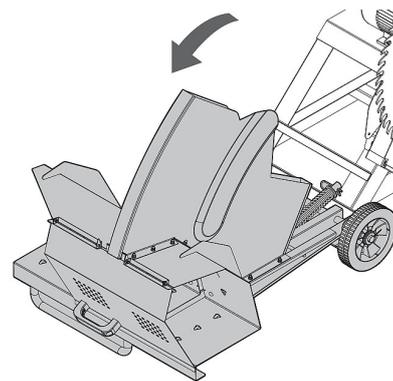

Abb. 11: Sägeblattwechsel Schritt 3
Schritt 4: Klappen Sie nun den Rahmen inklusive der Schutzvorrichtung auf. (Abb.11)